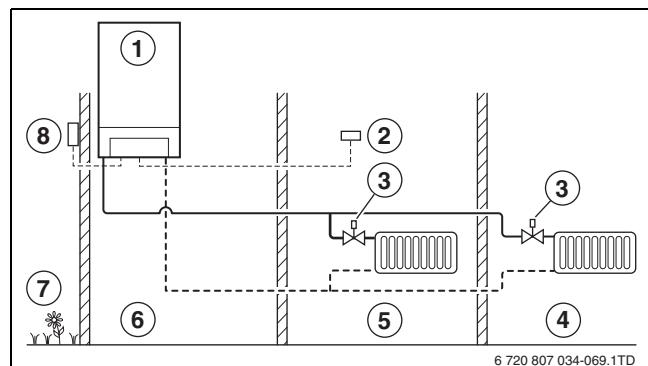

Fig. 24 Principiu de reglare al regulatorului în funcție de temperatura exterioră
- La reglarea în funcție de condițiile atmosferice, este reglată temperatura în toate camerele cu ajutorul ventilelor de radiator termostatic montate pe radiatoare. Puteți alege locul de instalare al regulatorului (→ fig. 24).